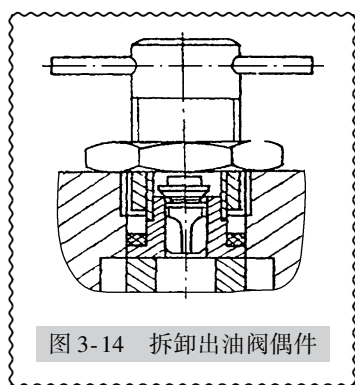

图 3-14 拆卸出油阀偶件
1) 拆卸出油阀偶件：先拆下出油阀紧座，用吊出油阀工具将出油阀偶件从泵体内取出，如图 3-14 所示。